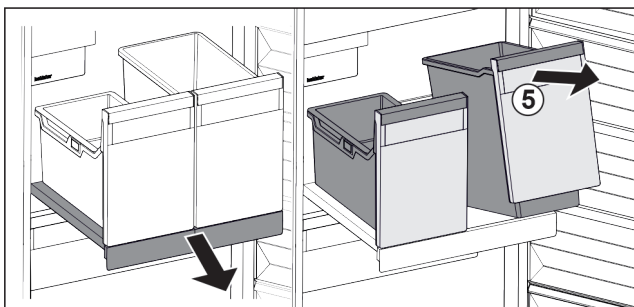

Fig. 118
- ▶ Приподнимите контейнеры Fig. 118 (5) спереди.